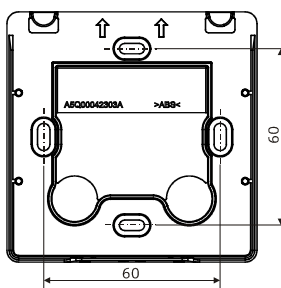

图 4
1. 将底座安装在墙壁的 86 盒内，且距地面 1.3~1.5 米的高度 (见图 4)。